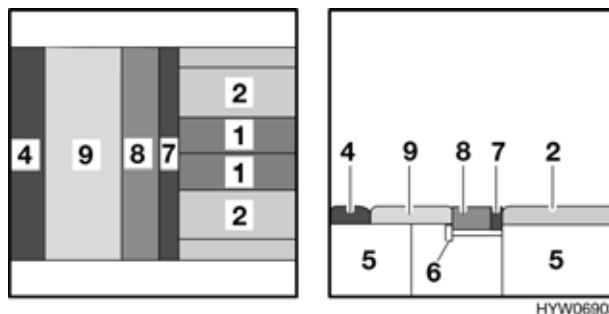

Fig. 89 Dopo la trasformazione
- Piazzare il cuscino aggiuntivo (Fig. 89,4) tra il cuscino del divano (Fig. 89,9) e la parete esterna.
- Appoggiare il cuscino dello schienale (Fig. 89,8) e il cuscino aggiuntivo (Fig. 89,7) sulle due prolunge dei cassoni letto.